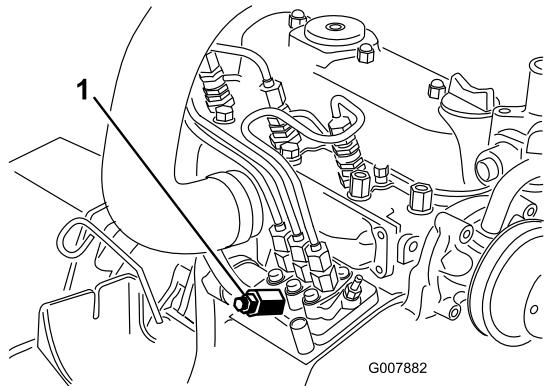

Figure 68
3. Placez un chiffon sous la vis de purge d'air sur la pompe d'injection et ouvrez la vis (Figure 68).